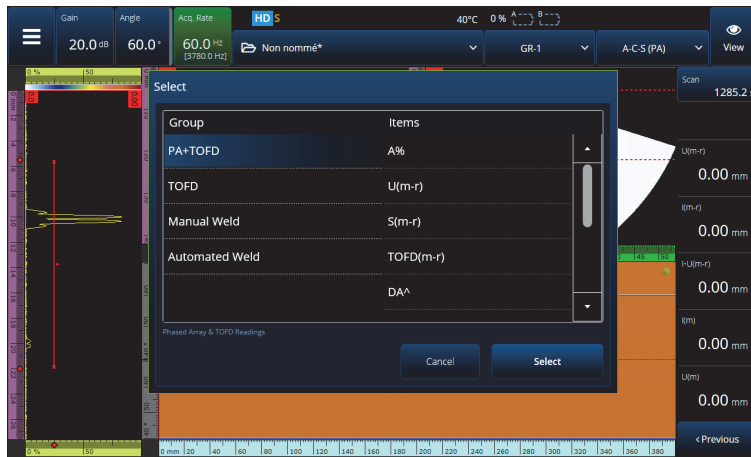

Figure 2-63 Sélection d'une liste de lectures
Les dix relevés affichés à droite de l'écran sont inclus dans un rapport généré et sauvegardé dans un fichier de configuration. Vous pouvez facilement changer les paramètres UT qui sont affichés dans les relevés, soit individuellement, soit sous forme de liste. Une description de chaque paramètre est fournie dans le menu **Select (Sélection)** des lectures lorsque celles-ci sont mises en évidence (Figure 2-63 à la page 125).
- a) L'option **Select Reading List** (Sélect. liste de lecture) vous permet de choisir entre les lectures préconfigurées d'une liste (Figure 2-63 à la page 125).